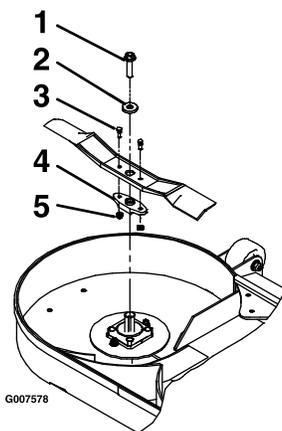

Figure 65
- Déposez la lame, la rondelle et le boulon de lame qui fixe la lame et son dispositif d'entraînement (Figure 65).
- Déposez le dispositif d'entraînement de la lame existante (Figure 65).
- Posez le dispositif d'entraînement sur les lames neuves avec les boulons de cisaillement et les contre-écrous (Figure 65).
- Posez la lame, la rondelle et le boulon de lame sur l'axe (Figure 65).